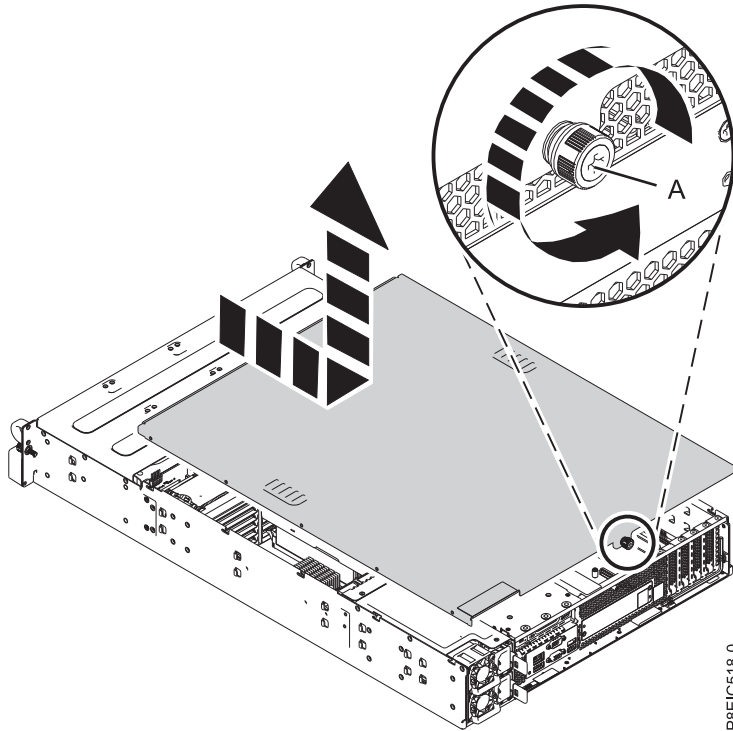

Figura 50. Extracción de la cubierta de servicio
1. En la parte posterior del sistema, afloje el tornillo de la cubierta (A) que fija la cubierta al chasis. Consulte la Figura 50 en la página 82.